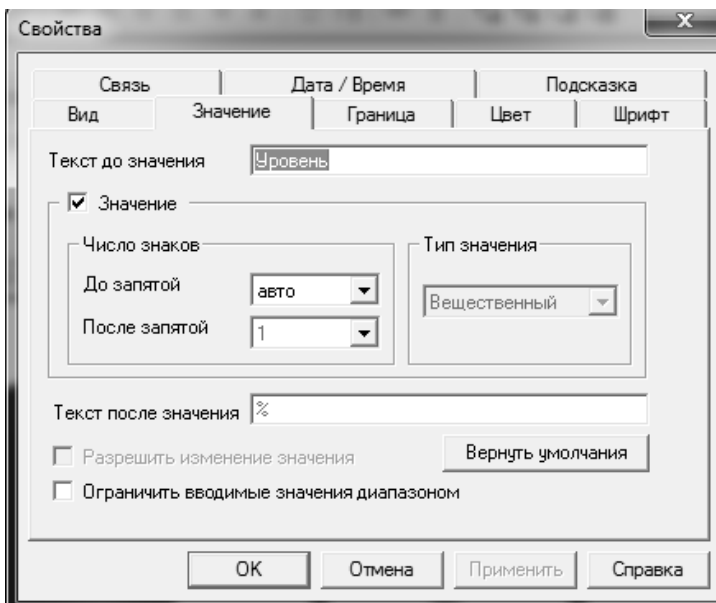

Рис. 2.24. Закладка «Значение» свойств элемента «Уровень» мнемосхемы
12. Приступим к редактированию мнемосхемы. Выберем на палитре графических примитивов в закладке «Объёмные элементы» элемент «Цилиндр» и нарисуем его на поле мнемосхемы. Далее перетащим с помощью мыши из дерева объектов на поле мнемосхемы динамические функциональные блоки «насос_Н1», «насос_Н2» и «насос_Н3». С помощью объёмных графических примитивов «Трубопровод» соединим резервуар и насосы (рис. 3.23). Перетащим на мнемосхему из дерева объектов мгновенное значение уровня (выход повторителя «Уровень») и отредактируем свойства этого элемента (рис. 2.24). MasterSCADA позволяет представлять любые значения как в текстовом виде, так и в виде щитовых приборов (стрелочных, столбиковых, диаграммных). Для этого перетаскивание значений из проекта в мнемосхему нужно делать правой клавишей мыши. Именно в виде стрелочных приборов отображим значения параметров «фаза_А», «фаза_В», «фаза_С». Элементы мнемосхемы, созданные перетаскиванием из дерева объектов, не требуют никакой дополнительной настройки: они уже содержат связь с исходным значением и отображают не только саму цифру или её графическое представление, но и событие её выхода за заданные шкалой контролируемые границы (цветом), недостоверность значения (например, при обрыве связи).